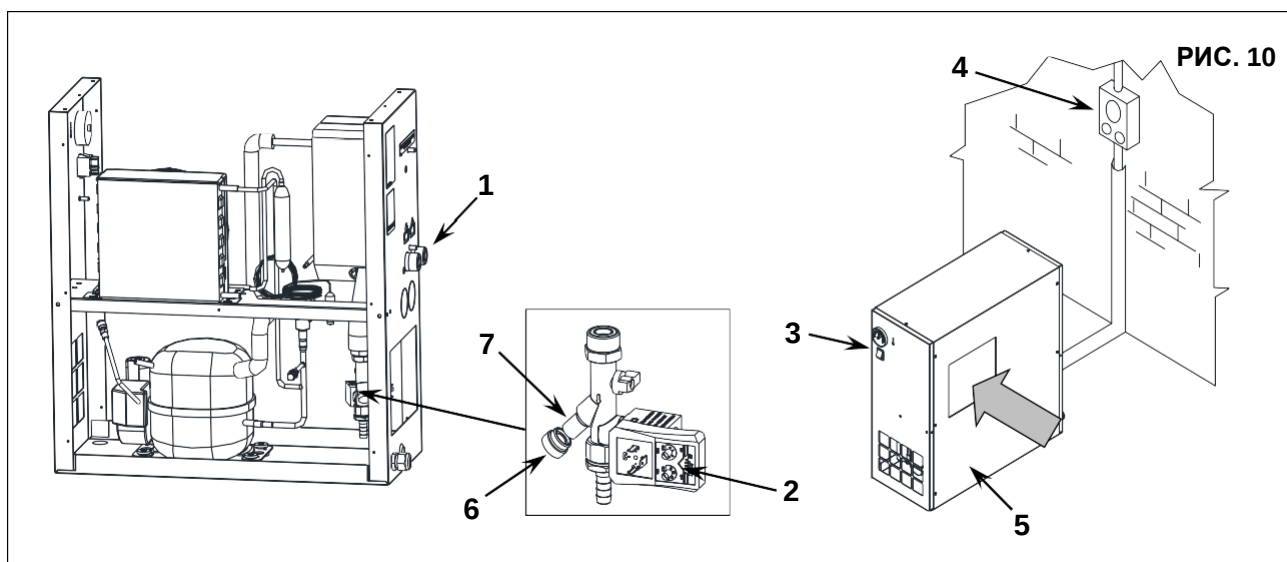

РИС. 10
15.2 ОЧИСТКА ФИЛЬТРА УСТРОЙСТВА АВТОМАТИЧЕСКОГО СЛИВА КОНДЕНСАТА (Рис. 10)
- Закройте кран, поз. 1, рис. 10
- Сбросьте давление в осушителе, нажав кнопку слива конденсата "TEST", расположенную на паротделителе, поз. 2, рис. 10.
- Выключите устройство, нажав кнопку "STOP", поз. 3, рис. 10
- Включите автоматический дифференциальный переключатель питания, поз. 4, рис. 10
15.3 ОЧИСТКА КОНДЕНСАТОРА (Рис. 10)
- Снимите панель, поз. 5, рис. 10
- Очистите ребра конденсатора, поз. 1, сжатым воздухом (Рис. 10). **НЕ ИСПОЛЬЗУЙТЕ ВОДУ И РАСТВОРИТЕЛИ**
- Закройте панель, поз. 5, рис. 10
ПОРЯДОК ДЕЙСТВИЙ ПРИ СБРОСЕ ДАВЛЕНИЯ (Рис. 10)
- Закройте краны, поз. 1, рис. 10
- Сбросьте давление в осушителе, нажав кнопку слива конденсата "TEST", расположенную на пароотделителе, поз. 2, рис. 10